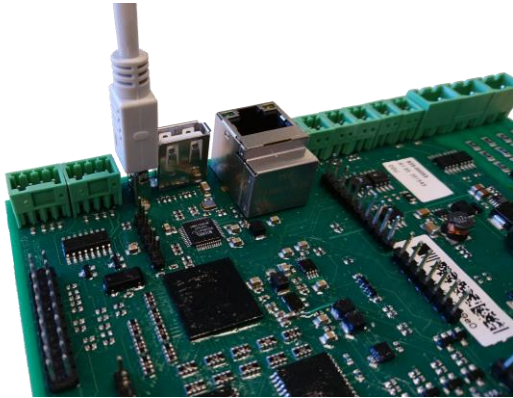

Figura 1.1: Conector USB conectado a la CCU
2. Enchufe el conector USB mini-B al panel de la CCU. Vea la figura 1.1.